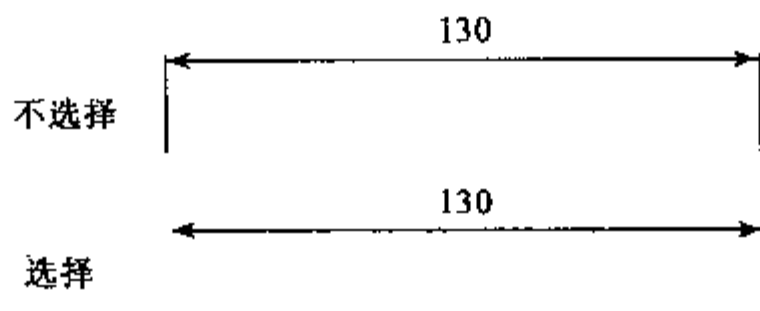

图 2-33 尺寸界线隐藏的效果
4) 隐藏,尺寸界线 1(Ext Line 1)隐藏的效果如图 2-33 所示。